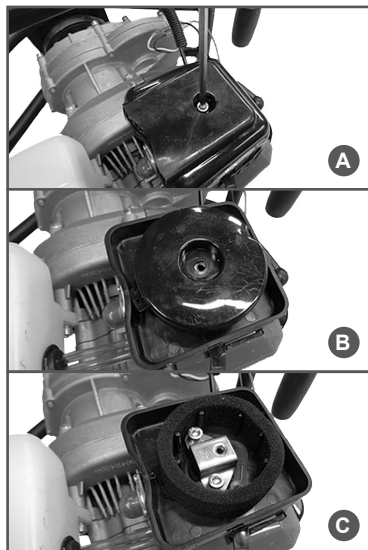

Рис. 13 Обслуживание воздушного фильтра
смеси. Для предотвращения неисправностей двигателя надо осуществлять регулярное обслуживание воздушного фильтра (Рис.13). При работе в условиях повышенной запыленности необходимо чаще обслуживать воздушный фильтр.
1. Открутите винт и снимите крышку воздушного фильтра (Рис. 13А).
- Снимите внутреннюю крышку фильтра (Рис. 13В).
- Извлеките воздушный фильтр из корпуса (Рис. 13С) и проверьте его на отсутствие повреждений.